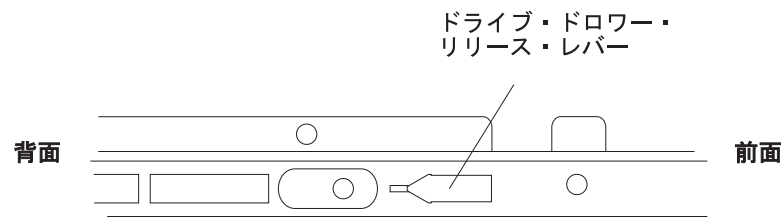

図 96. ドライブ・ドロワーの側面にあるドライブ・ドロワー・リリース・レバー
- b. ドライブ・ドロワーの両側面にあるドライブ・ドロワー・リリース・レバー (図 96 を参照) を手前にスライドさせ、ドライブ・ドロワーをエンクロージャーから取り外します。